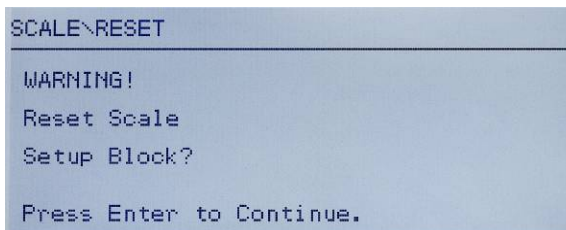

Figure 3-29 : Écran d'avertissement de Réinitialisation du terminal
- Utilisez la touche de navigation VERS LE BAS pour sélectionner Réinitialisation et appuyez ensuite sur ENTRÉE. L'écran affiche un message d'avertissement sur la réinitialisation de la configuration de la bascule (Figure 3-29).